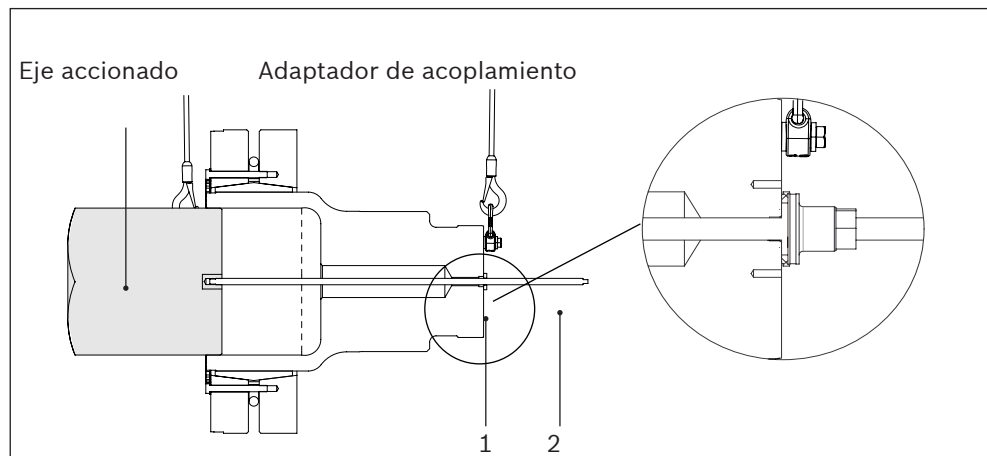

Fig. 41: Instalación del adaptador de acoplamiento en el eje accionado con la herramienta de montaje.
4. Pase la herramienta de instalación por el centro del adaptador de acoplamiento y atornille con ella el eje accionado, utilizando la llave cuadrada que hay en el extremo de la herramienta, ver *Fig. 41*.